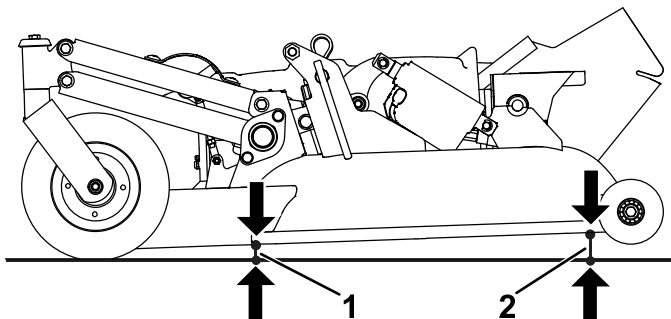

Bild 99
3. Messen Sie den Abstand zwischen dem Boden und dem ganz vordersten Punkt der Schneideinheit (**Bild 99**).
4. Messen Sie den Abstand zwischen dem Boden und dem hintersten Punkt der Schneideinheit (**Bild 99**).